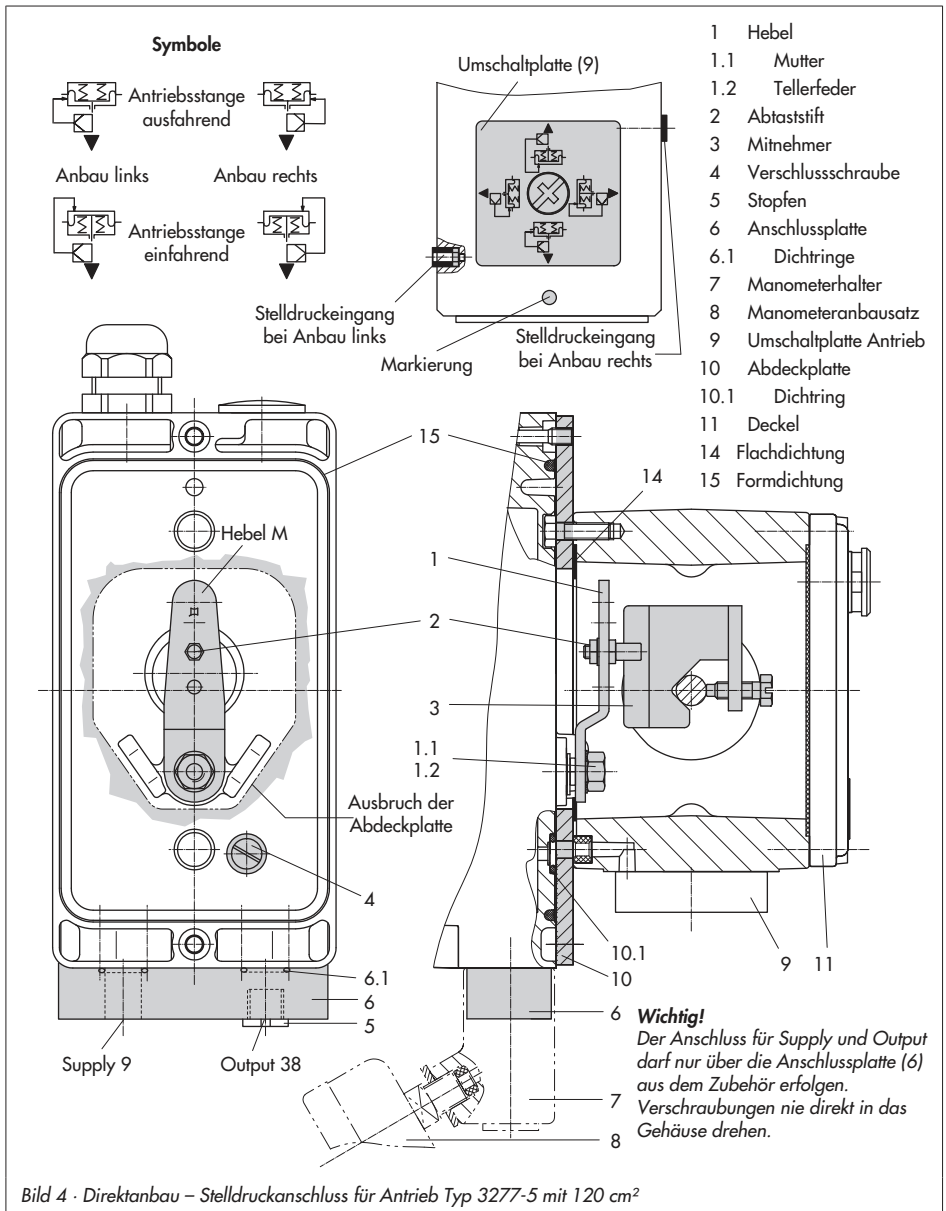

Bild 4 · Direktanbau – Stelldruckanschluss für Antrieb Typ 3277-5 mit 120 cm²
1. Anschlussplatte (6) oder Manometerhalter (7) mit Manometern am Stellungsregler montieren, auf richtigen Sitz der beiden Dichtringe (6.1) achten.
2. Verschlusschraube (4) auf der Stellungsreglerrückseite entfernen und den Stelldruckausgang „Output 38“ an der Anschlussplatte (6) bzw. am Manometerhalter (7) mit dem Stopfen (5) aus den Anbauteilen verschließen.
3. Mitnehmer (3) an die Antriebsstange setzen, ausrichten und so festschrauben, dass die Befestigungsschraube in der Nut der Antriebsstange sitzt.
4. Abdeckplatte (10) mit schmaler Seite des Ausbruchs (Bild 4 links) in Richtung zum Stelldruckanschluss befesti-